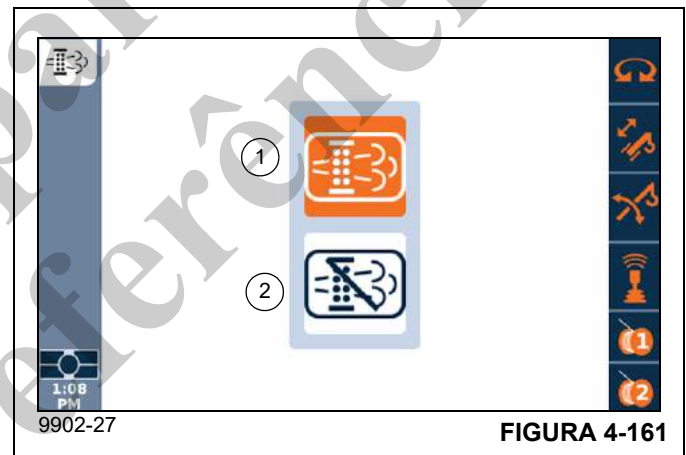

FIGURA 4-161
A tela de funções de Limpeza do sistema de escape (Figura 4-161) permite ao operador iniciar ou inibir o processo de limpeza do sistema de escape.
6. Usando o Botão rotativo ou os Botões de Seta para cima/para baixo na Placa de controle de navegação, selecione o Ícone Iniciar processo de limpeza manual (1, Figura 4-161) (o ícone fica laranja).
Pressionar o pedal do freio de serviço ou o pedal do acelerador durante a limpeza ou selecionar o Ícone Inibir processo de limpeza (2, Figura 4-161) interromperá o processo de limpeza manual.